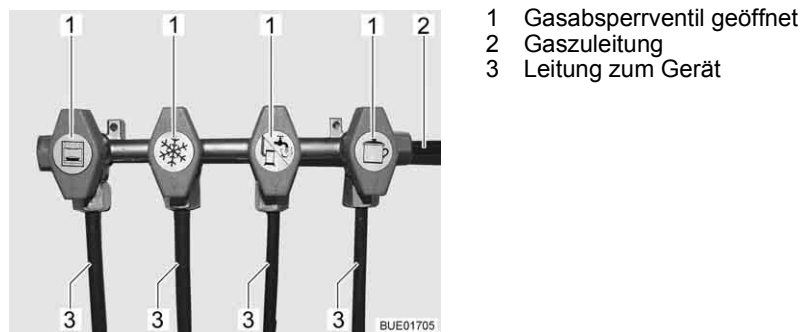

Bild 141 Stellung Gasabsperrventile (Beispiel)
**Öffnen:** ■ Gasabsperrventil des entsprechenden Gasgeräts parallel (Bild 141,1) zur Leitung (Bild 141,2) stellen, die zum Gerät führt.